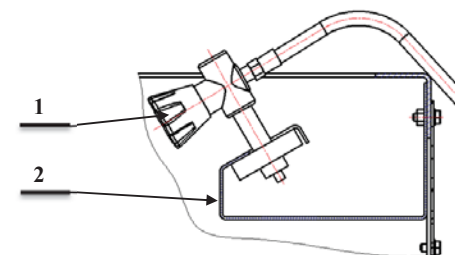

Рисунок 23
- установить шланг с заправочным вентилем 1 (рисунок 23) в специальный держатель 2, закреплённый на раме компрессора.